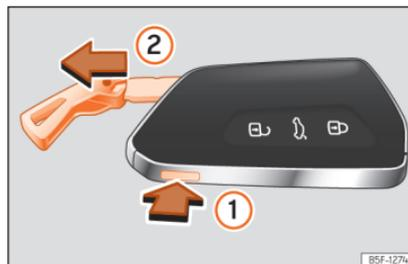

Abb. 83 Fahrzeugschlüssel: Schlüsselbart abziehen.
- Wenn Sie die Taste »» **Abb. 83** ① einmal drücken, wird der Schlüsselband entriegelt und eine Öse als Schlüsselband angezeigt.
- Halten Sie die Taste ① gedrückt und ziehen Sie gleichzeitig die Öse in Pfeilrichtung »» **Abb. 83** ②, um den Schlüsselbart vollständig auszuklappen.